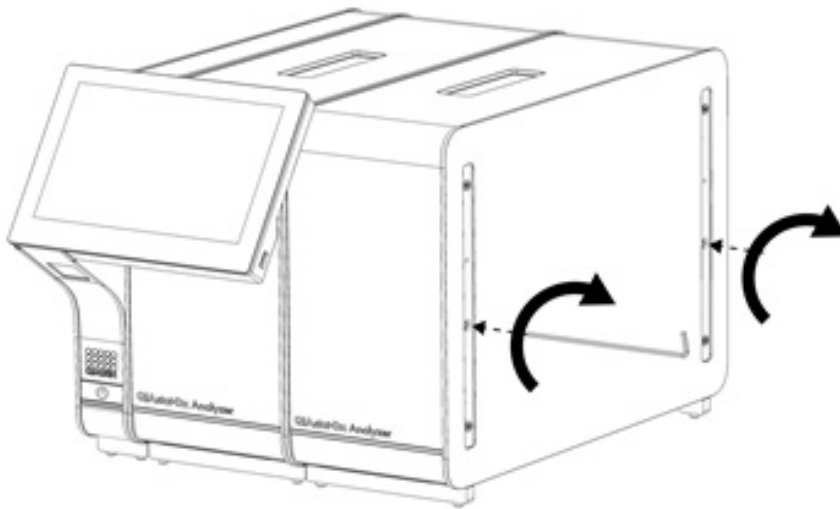

Figura 16. Alinierea și atașarea modului analitic suplimentar.
4. Centrați modul analitic suplimentar pe modul analitic existent. Strângeți șuruburile folosind instrumentul de asamblare modul analitic-operational, livrat împreună cu QIAstat-Dx-Dx Analyzer 1.0 (Figura 16).